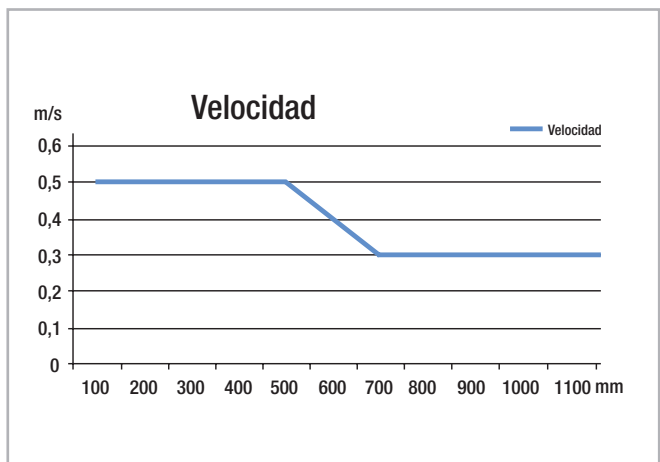

Fig. 22
La velocidad de extensión viene determinada por el tamaño de los elementos intermedios. Por lo tanto, la velocidad de extensión máxima es inversamente proporcional a la extensión total de las guías (ver fig. 22). La velocidad de extensión total también está directamente relacionada con la carga aplicada y el tiempo de funcionamiento. La información proporcionada se refiere a un funcionamiento continuo con la capacidad de carga máxima.
- Las extensiones parciales y totales de Light Rail son apropiadas para sistemas automáticos. Para ello, la carrera debe ser constante en todos los ciclos de movimiento y se debe comprobar la velocidad de extensión (ver pág. LR-22, fig. 22). El movimiento de las extensiones es posible gracias a las jaulas de bolas internas, que podrían experimentar un desplazamiento de la posición original con diferentes carreras. Este desplazamiento puede tener un efecto negativo en las propiedades de movimiento o limitar la carrera. Si en una aplicación se producen carreras diferentes, la fuerza de transmisión debe estar suficientemente dimensionada para sincronizar adecuadamente el desplazamiento de la jaula de bolas. Como alternativa, se puede realizar un ciclo de carrera completa extra cada cierto número de ciclos, para volver a colocar la jaula de bolas en su posición correcta.